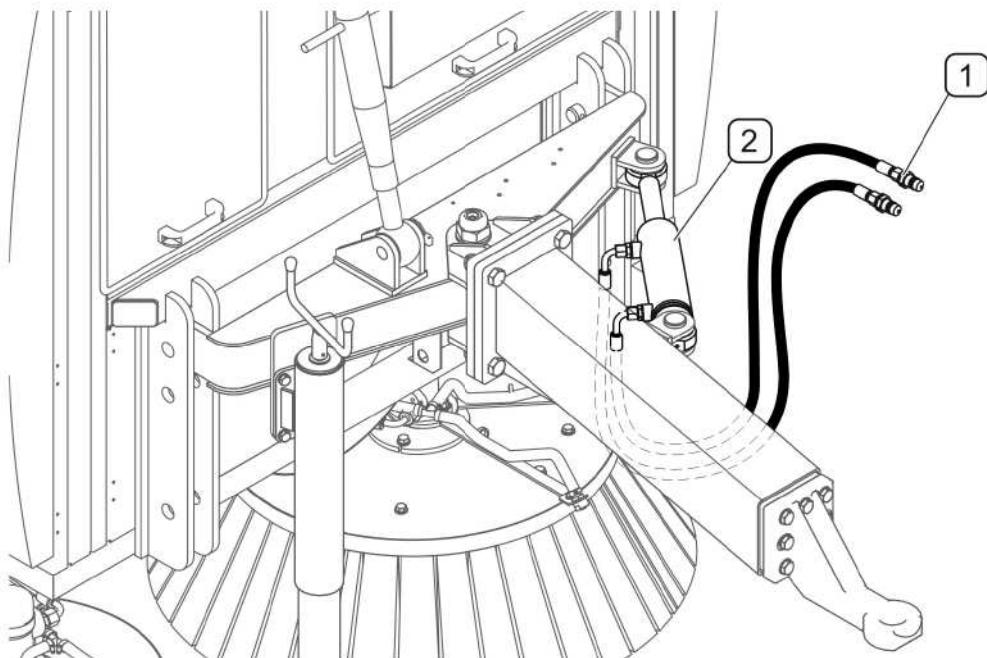

РИСУНОК 4.3А Подсоединение гидравлического питания управления поворотом дышла
(1)- бысторазъемные гидравлические соединения; (2)- гидроцилиндр;
Штекеры гидропроводов (1) управления поворотом дышла (РИСУНОК 4.3А) нужно подсоединить к разъемам внешней гидравлики трактора. При присоединении гидропроводов к трактору необходимо следить за тем, чтобы провода не сгибались и не перекручивались, а также обеспечить их защиту от повреждений.